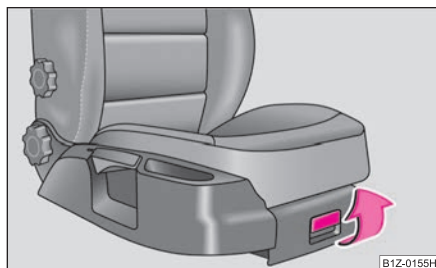

Fig. 106 Scaunul pasagerului dreapta:
- Pentru deschiderea capacului, apăsați pe încuietoare și trageți capacul ⇒ **fig. 106**.